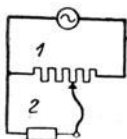

Abb. 7.
**17. Kopplung.** Verbindet man zwei Stromkreise 1 und 2 (Abb. 7) so miteinander, daß Energie von dem einen zum anderen wandern kann, so nennt man sie gekoppelt. Je nachdem, ob die Energie schnell oder langsam hin und her flutet, spricht man von fester oder loser Kopplung. Ist das Verbindungsglied wie auf Abb. 7 ein Ohmscher Widerstand, so liegt galvanische (konduktive) Kopplung vor.